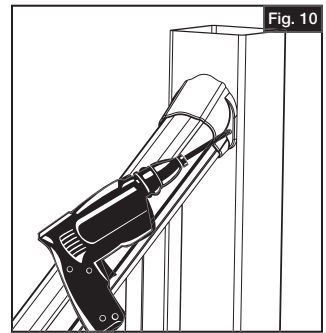

Fig. 10
- Abra la cubierta del soporte de travesaño superior para permitir que envuelva el travesaño superior (Fig. 10). Mientras está abierto, compruebe que la "lengüeta" quede detrás del travesaño y contra el poste (Fig. 11).
Instale los tornillos a través de los soportes y hasta el poste (Fig. 10). En el travesaño superior, utilice los tornillos cuadrados autorroscante #10 de 2" (dos por soporte); para el travesaño inferior, utilice tornillos cuadrados autorroscante #10 de $1\frac{1}{4}$ " (cuatro por soporte)